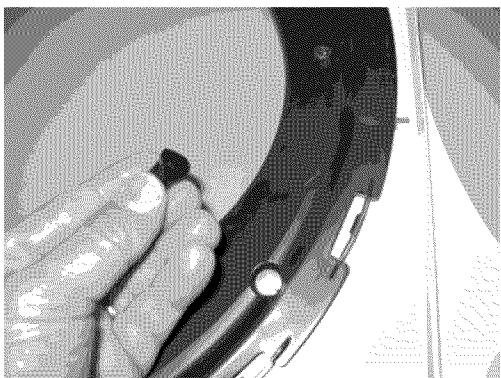

Figure 9
10. Enlevez deux (2) bouchons de l'anneau de transition et reinstallez au côté précédent de la poignée. (Figures 9 et 10)